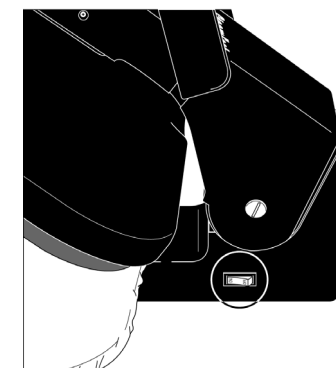

FIGURA 1
IMPORTANTE: El Apagado Automático no significa que se corte totalmente la corriente de la unidad. El aparato sigue encendido y la Luz Indicadora de Poder permanecerá encendida hasta que el Interruptor de Encendido/Apagado sea puesto en la posición “Apagado” (O) (FIGURA 1, página 7).
1. Con el Plato de Planchado alzado, enchufe el cable en el tomacorriente, y ponga el Interruptor Encendido/Apagado en la posición “Encendido” (I) (FIGURA 1).